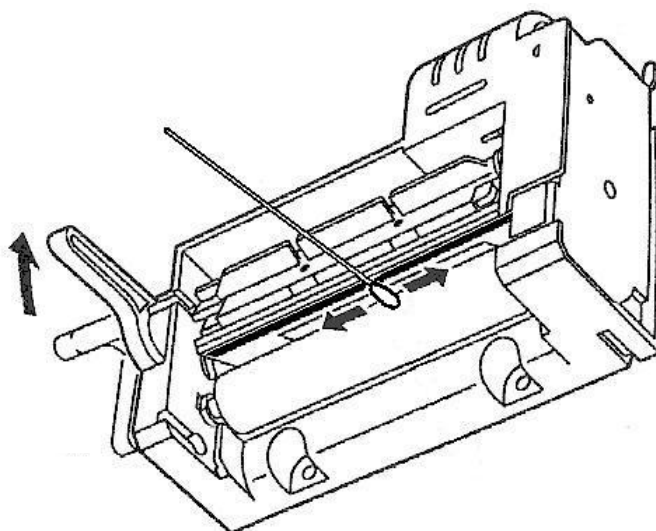

Рисунок 9.1- Чистка термоголовки
- бязевым тампоном, намотанным на деревянную палочку (спичку), смоченным этиловым или изопропиловым спиртом, протереть печатающую головку (см. рисунок 9.1). Дать просохнуть термоголовке в течение нескольких минут.